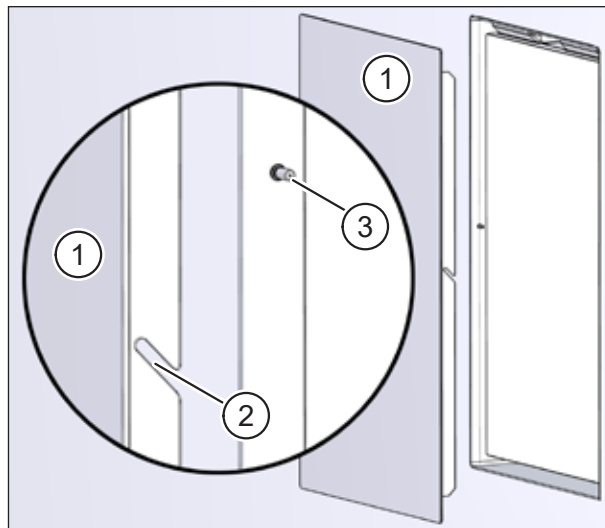

Abb. 52: Abdeckung U² aufsetzen
- Entfernen Sie Putzreste und Verunreinigungen, damit die Abdeckung U² (Pos. 1 in Abb. 52) lückenlos an der Innenwandseite anliegen kann.
- ▶ Senken Sie die Abdeckung vorsichtig nach unten ab. Die Aussparungen (Pos. 2 in Abb. 52) an den Halblechen gleiten in die Stifte (Pos. 3 in Abb. 52) des Mauerkastenrahmens.